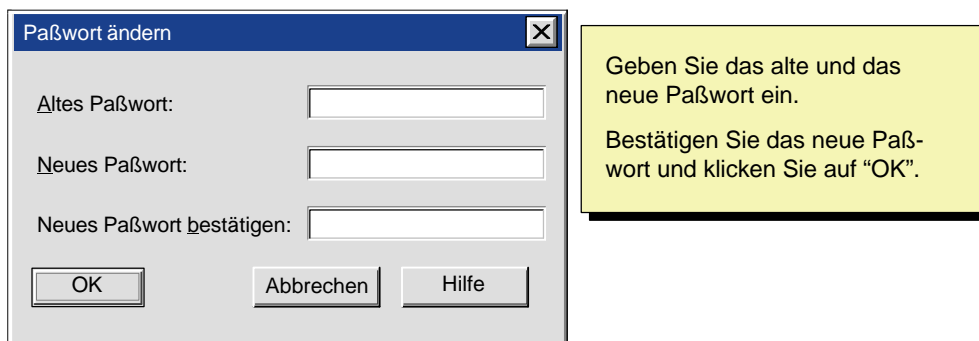

Bild 4-22 Ändern des Paßworts für WinLC RTX
4. Geben Sie folgende Angaben im Dialogfeld "Paßwort ändern" ein (siehe Bild 4-22):